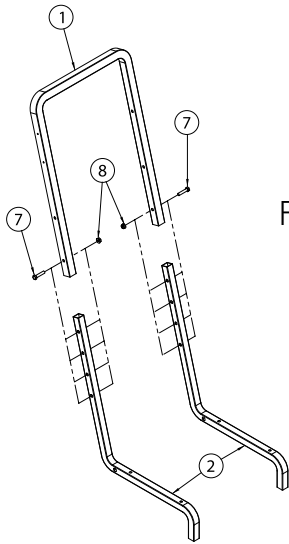

Figure 2
- As shown in Fig. 2, attach legs (2) to handle (1) using two hex cap screws (7) and two lock nuts (8). Set cart height by choosing one of the four adjustment holes on each leg.
3. Comme indiqué en Fig. 2, attacher les pieds (1) à la poignée (2) en utilisant deux vis à chapeau à six pans (3) et deux écrous de blocage (4). Régler la hauteur de chariot en choisissant l'un des quatre trous de réglage sur chaque pied.